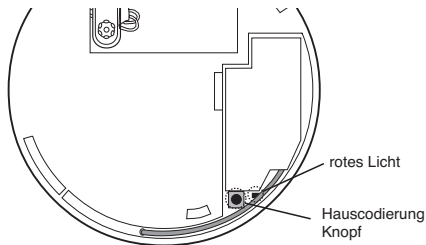

Abbildung 2a
3. Bevor Sie den Warnmelder auf der Montageplatte montieren, halten Sie den Hauscodierungs-Knopf auf der Rückseite des Funkmoduls gedrückt, bis die rote LED leuchtet (siehe Abbildung 2a). Lassen Sie diesen anschließend wieder los.